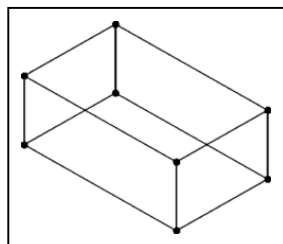

Рис. 3.1. Пример каркасно-точечной модели
1. Каркасная модель представляет собой описание физического объекта, состоящее из точек, отрезков и кривых, описывающих кромки объекта (рис. 3.1). Поскольку каждый из составляющих такую модель элементов должен рисоваться независимо от других, затраты времени на моделирование часто бывают велики.
С помощью этой модели можно представить в пространстве только весьма ограниченный класс физических объектов, в которых аппроксимирующие поверхности преимущественно являются плоскостями. Например, на основе этой модели можно получить, проекции физического объекта на чертеже, но при этом нет гарантий, что изображение будет грамотным. Для автоматического анализа видимости линий в модели недостаточно информации (рис. 3.1).